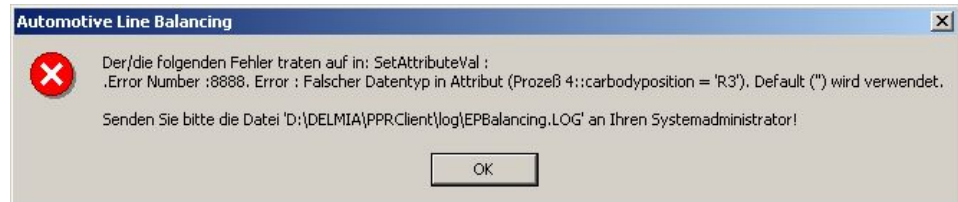

Abbildung 121: Hinweis auf benutzte Karosseriepositionen (Attribut *carbodyposition*)
- ❑ Wenn Sie eine ähnlich lautende Meldung erhalten, wie in Abbildung 121 gezeigt, können Sie trotzdem mit der Austaktung fortfahren. Die Meldung ist nur ein Hinweis auf benutzte Karosseriepositionen, die nicht von Automatic Line Balancing verwendet werden (Attribut *carbodyposition*).